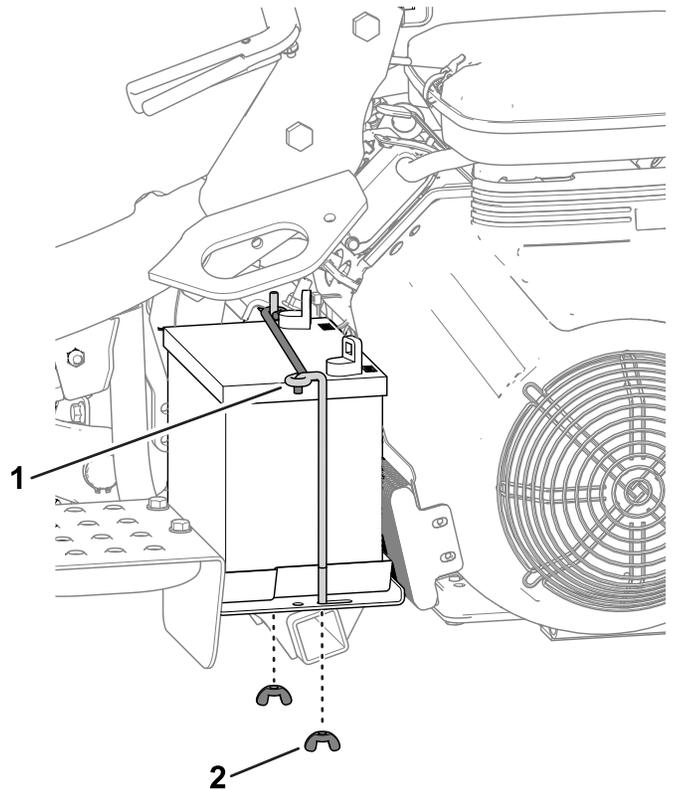

図 39
2. バッテリーをプラットフォームに固定している棒と蝶ナット 図 39を外してバッテリーを機体から外す。
5. バッテリートレイの上にバッテリーを置き、先ほど取り外した棒と固定具で固定する 図 39。